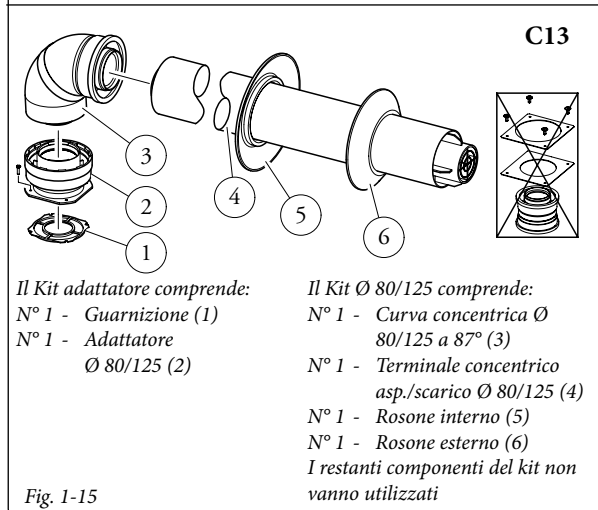

Fig. 1-15
Kit orizzontali di aspirazione - scarico Ø 80/125. Montaggio kit (Fig. 1-15): per l'installazione del kit Ø 80/125 occorre utilizzare il kit adattatore flangiato per poter installare il sistema fumario Ø 80/125. Installare l'adattatore flangiato (2) sul foro centrale della caldaia interponendo la guarnizione (1) posizionandola con le sporgenze circolari verso il basso a contatto con la flangia